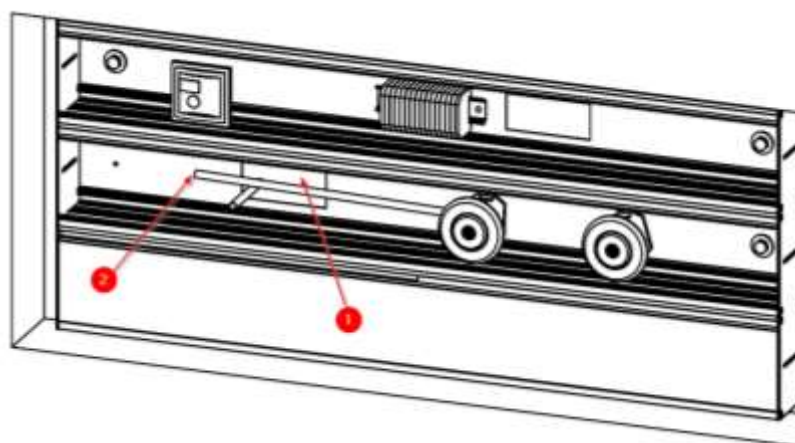

Fig.9 Intrare pentru gaze medicale și vid
Conectarea circuitelor de gaze se va realiza în zona de intrare a tuburilor instalației (1) și se va verifica planul de instalare înainte de a începe operațiunea. În fiecare echipament se identifică în mod similar gazul care corespunde începutului fiecărui circuit (2). (A se vedea Fig.9).